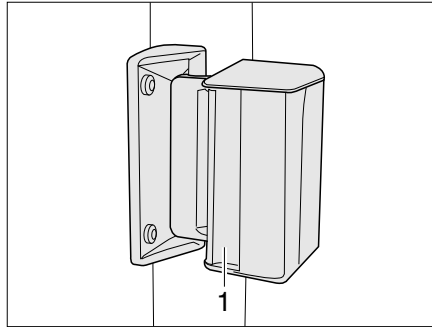

Fig. 67 Fenêtre coulissante
- Appuyer sur la poignée (Fig. 67,1) et la pousser ou tirer simultanément vers l'avant ou l'arrière.